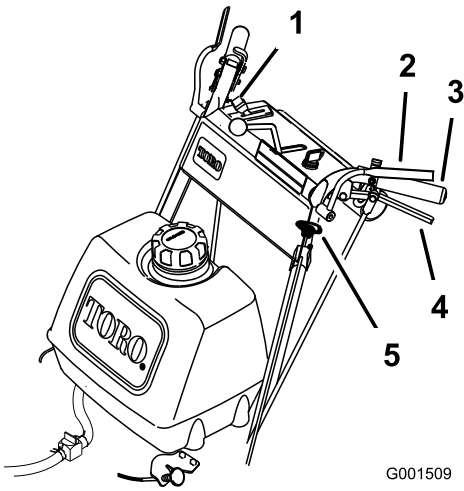

Figura 12
1. Para engranar las cuchillas, apriete las palancas de Control de Presencia del Operador (CPO) contra las empuñaduras del manillar (Figura 12).
1. Empuje el mando de control de las cuchillas (TDF) hacia abajo a la posición de desengranado (Figura 12).
2. Si suelta las palancas de Control de Presencia del Operador (CPO), se parará el motor y se detendrán las cuchillas (Figura 12) con la palanca de control de las cuchillas engranada.